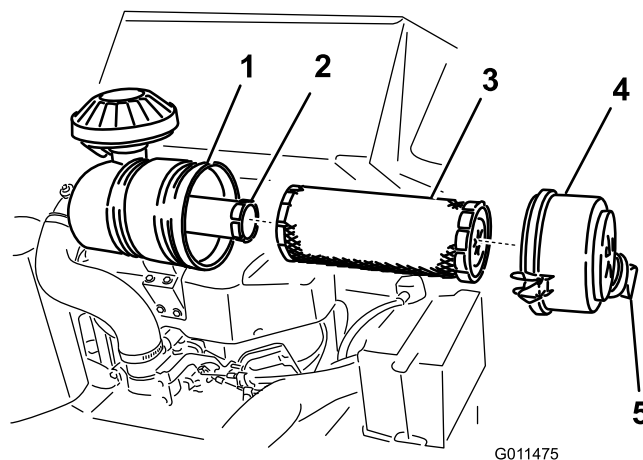

Figura 30
3. Rilasciate i dispositivi di fermo del filtro dell'aria e toglie il coperchio dal corpo del filtro (Figura 30).
1. Estrae con cautela il filtro primario dal corpo del filtro dell'aria (Figura 30).
- Se sostituite il filtro di sicurezza, fate scorrere delicatamente il nuovo filtro nel corpo del filtro (Figura 30).
- Montate con cautela il filtro primario sul filtro di sicurezza (Figura 30).
- Montate il coperchio del filtro dell'aria con il coperchietto antipolvere orientato come illustrato nella Figura 30, quindi fissate i dispositivi di fermo.